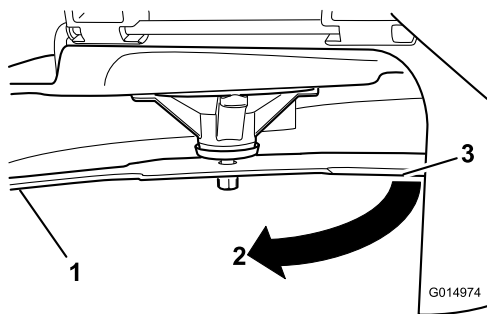

図 61
4. 同じブレードを180度回転させる。すなわち、ブレードのもう一方の刃先が、先ほど測定した場所と同じ位置にくるようにする 図 61。